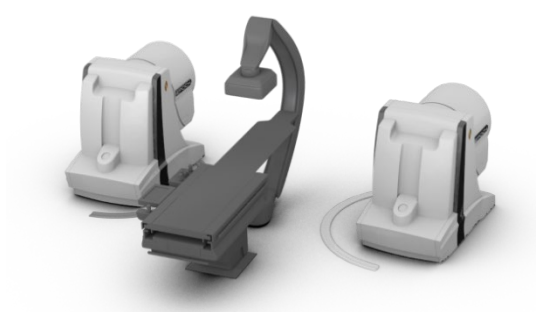

Figure 15. Aimants *Niobe* en position de rangement avec le plateau de la table déplacé complètement en avant
1. Mettez les aimants *Niobe* en position de rangement (**Figure 15**) en utilisant le dispositif de commande de la table *Niobe*.